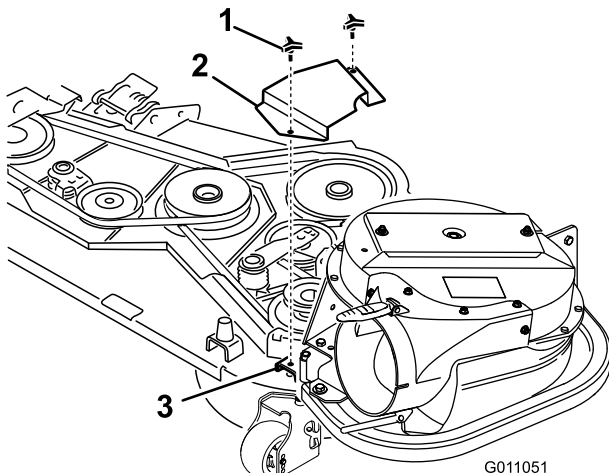

Bild 29
2. Befestigen Sie die neue Riemenabdeckung so, dass die Kerben an beiden Seiten über die Stützen der Riemenabdeckung gehen und verriegeln sie (Bild 29).